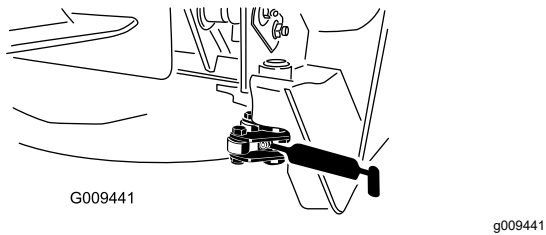

Figura 81
- 2 perni orientabili del fermo (Figura 81)